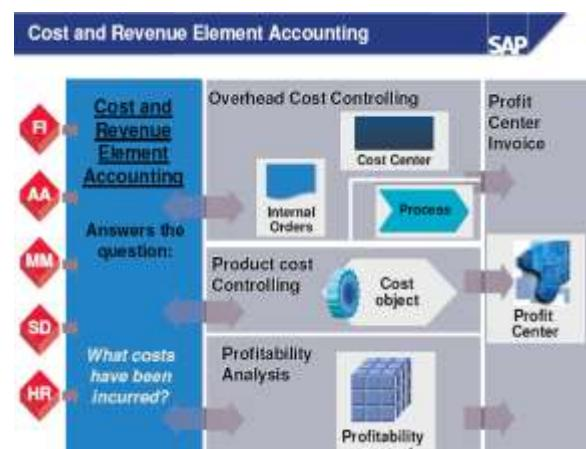

Figura 34: CO-CEL(Copyright SAP AG)
**CO-CEL (Cost and Revenue Element Accounting)** furnizează o privire de ansamblu asupra costurilor și veniturilor care se produc într-o organizație (Figura 34). Majoritatea valorilor sunt transportate (mutate, propagate) automat din FI în CO. CO-CEL va calcula numai costurile care fie nu au alte cheltuieli, fie au numai o cheltuială asociată în FI. Dacă este necesar se realizează reconcilierea valorilor din FI și CO prin CO-CEL. Fluxurile din CO specifică în fapt necesitățile de reconciliere între contabilitatea internă și cea externă. Registrul de reconciliere furnizează funcții de raportare pentru identificarea diferențelor de cost dintre FI și CO și poate fi utilizat pentru realizarea postărilor de reconciliere în FI.